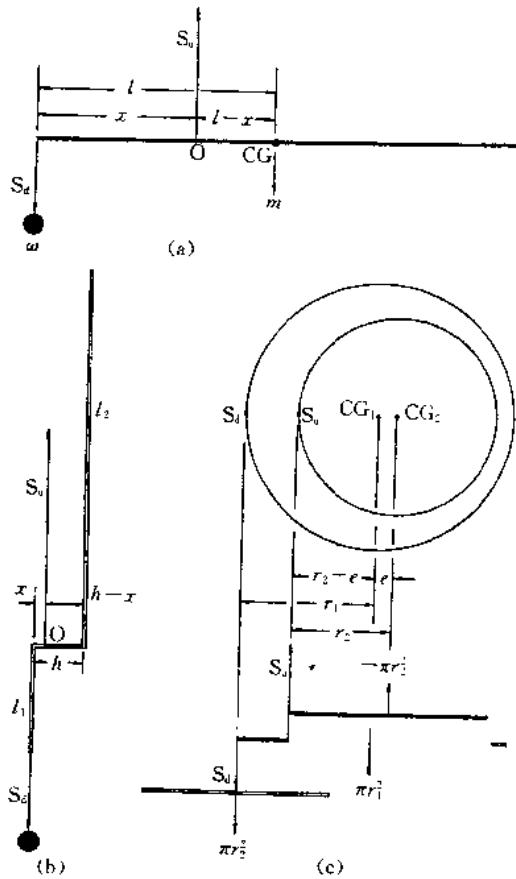
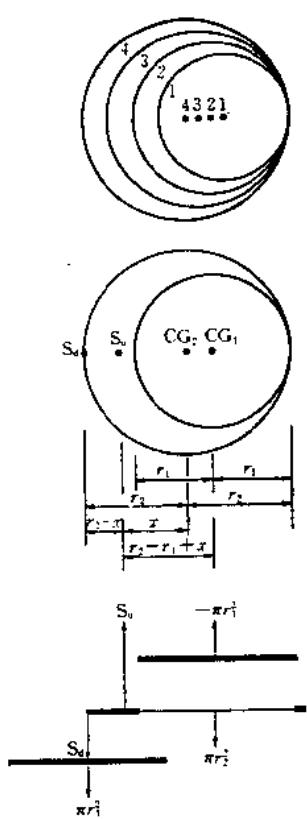

图 3 偏摆单元件的平衡
图 12 “虚抓”单元件的平衡及其下料方法
单元件的静力平衡点是它的重心 CG 。如果在单元件的挂点 S_d 悬有荷重 ω ,如图 3(a)所示,为使它继续保持平衡,其上悬点 S_u 必须满足力矩平衡式
如果以上单元件需在 O 点附近折成如图 3(b) 所示的 S 形, 单元件的总长度为 L , 单位长度的重量为 m/L , 再令 $L = 1$, 可列出它的力矩平衡式
若已知 ω 和 m (或 ω/m), 以及 S 形横条的长度 l_1, l_2, h , 即可计算上悬点 S_u 的位置 O。图 3(c) 表示如何平衡一个偏心环与其中切割出的圆。环与圆的偏心度为 e , 切割出的圆悬挂在环的挂点 S_d , 环的外半径为 r_1 , 内半径为 r_2 。设计要求偏心环的下挂点 S_d 位于其外缘, 上悬点 S_u 位于其内缘。现在我们来求偏心度 e 的值。图中未切割前外半径为 r_1 的圆的相对重量可用其面积 πr_1^2 代表, 该重量位于圆心 CG_1 。切去的圆具有相对重量 $-\pi r_2^2$, 经转移悬挂在环的外缘 S_d 处, 其相对重量为 πr_2^2 。根据力矩平衡条件可得
3、虚抓 虚抓属板/片魔摆,图 12 表示从圆盘的一个点切割出一族逐渐缩小的开口偏心环,形状好似爪,所以取名“虚抓”。如果将一族偏心环串联悬挂,挂点 S_d 选在圆盘的外圆宽边处,任何一个圆盘的挂点承担其下面全部圆盘的重量。其悬点 S_n 位于距外圆中心 CG_2 的 x 处,可按图 3(c)所示的平衡方法写出力矩平衡式